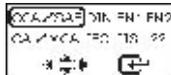

Fig.32
2. Presione el  tecla para continuar y la pantalla mostrará: (Fig.32)